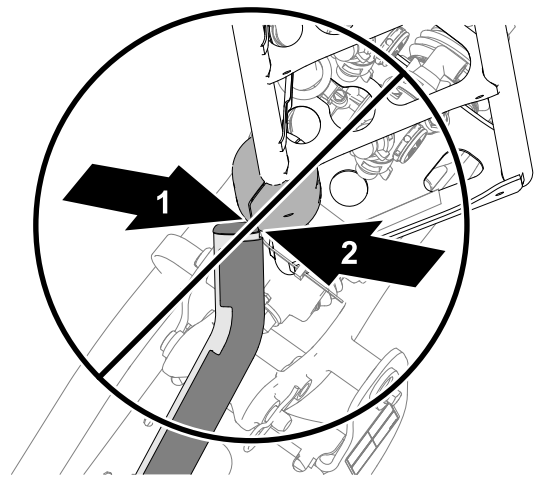
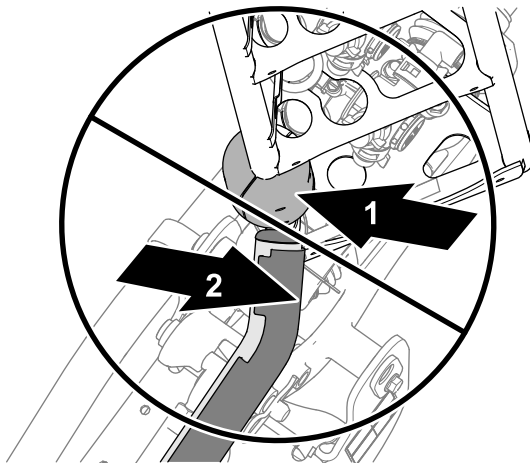
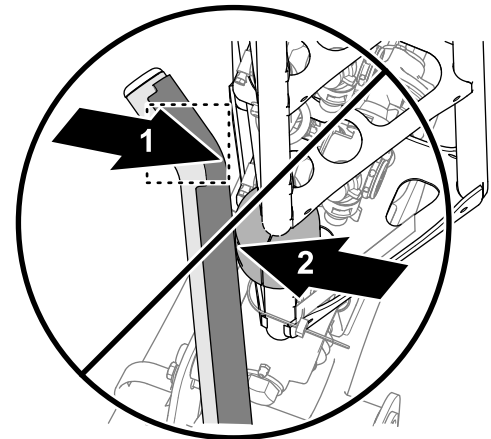

Figura 7
Figura 6
Figura 8
5. Se um dos tubos da cavidade superior não estiver alinhado com o bloco de deslizamento como mostrado na Figura 6, Figura 7 ou Figura 8, ajuste a posição da cavidade; consulte Alinhamento das cavidades com as rampas exteriores (página 86).